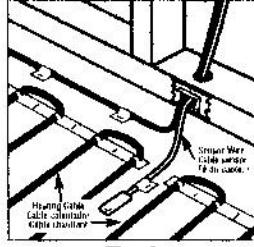

Fig. 2
- Pull sensor wire into FCR and secure to the floor. See Figure 2. This sensor must not cross or overlap any other cable on the floor. ANH must be embedded in the concentricities based stud in the same manner as the heating cables.
- Tirez sur le fil du capteur dans le boîtier et le fixez au plancher. Voir la figure 2. Le fil ne doit pas croiser ou passer par-dessus un autre fil ou câble ou être enroulé dans le plancher. Fixez le fil du capteur à l'extrémité FCF et éteignez-le immédiatement lorsque les câbles chauffants sont branchés.